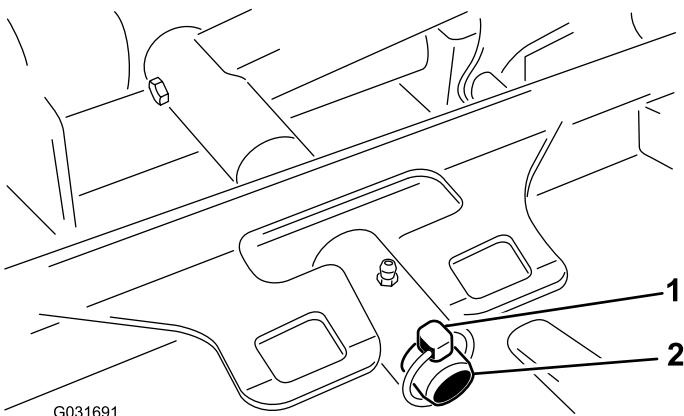

Figura 62
- Retire el pasador de seguridad que sujetla el bastidor de tiro de la carcasa a la barra de giro del brazo de elevación (Figura 62).
- Desplace el bastidor de tiro de la carcasa sobre la barra de giro del brazo de elevación y fíjelo con el pasador de seguridad (Figura 62).